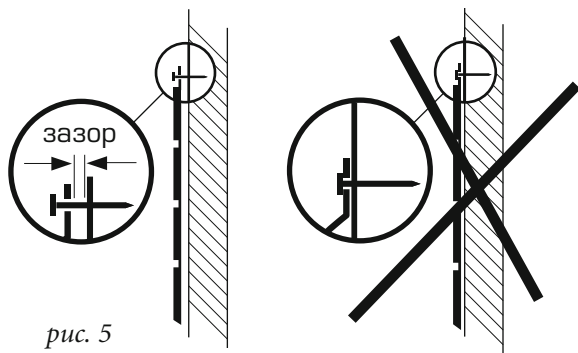

рис. 5
8. Устанавливая панели, оставляйте небольшое расстояние между верхним краем шляпки гвоздя (шурупа) и панелью, это обеспечит свободное расширение-сжатие (рис. 5)
- б) делать зазоры между панелью и верхним краем шляпки гвоздя (шурупа) (рис. 5);